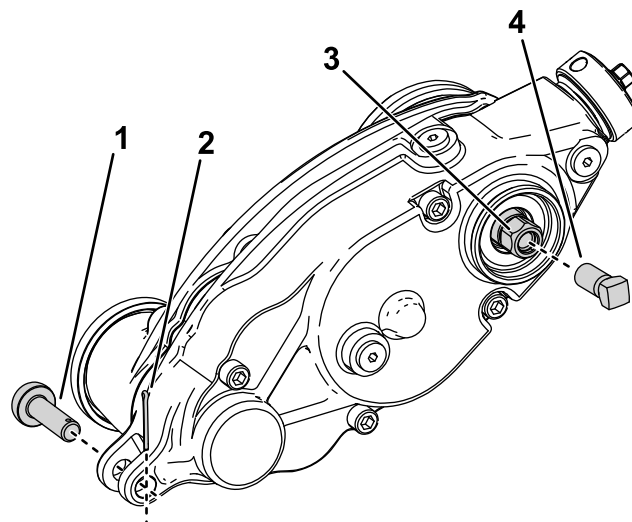

Figure 28
3. Retirez la goupille de réglage et la goupille fendue qui fixent le boîtier d'entraînement du groomer aux bras de réglage (Figure 28).
5. Serrez la vis de renfort (réf. 1-803022, vendue séparément) sur le filetage interne de la tête hexagonale de l'entraînement du groomer à 13,5 N·m (120 po·lb), comme montré à la Figure 28.
6. Déposez le boîtier d'entraînement du groomer du cylindre de coupe en tournant la tête hexagonale (Figure 28).